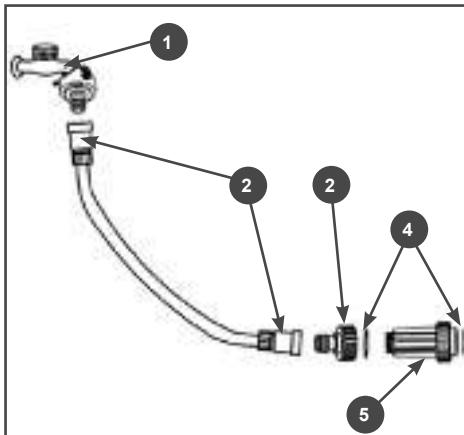

Рис.8 Подключение аппарата к водопроводу
1. Подсоедините к водопроводному крану шланг подачи воды (в комплект не входит) (Рис. 8).
Если фильтр тонкой очистки (размер ячеек≤100мкм) уже установлен в системе очистки водопроводной воды, то установка фильтра 5 (Рис. 8) не требуется.